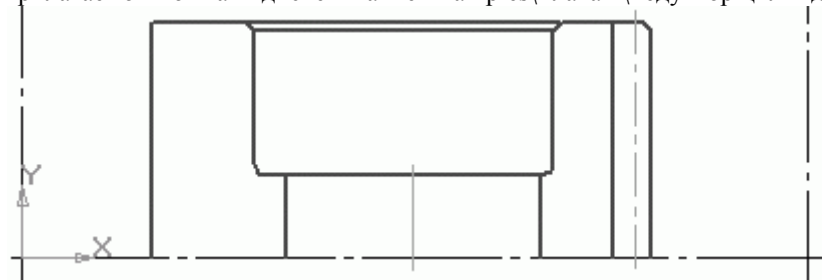

Рис. 2.84. Четверть изображения зубчатого колеса
8. Удалите все вспомогательные линии из вида (команда меню Редактор > Удалить > Вспомогательные кривые и точки > В текущем виде). При помощи команды Фаска панели инструментов Геометрия создайте три фаски (длиной 2,5 мм и углом 45°) на торцах колеса и, используя команду Скругление этой же панели, выполните два скругления (радиусом 4 мм) в местах пересечения диска с ободом и ступицей. Применив команду Отрезок, добавьте недостающие линии, исходящие из фасок. В результате получилась четверть изображения колеса (рис. 2.84). Этот этап построения содержится в файле Шаг 2.cdw, который находится на прилагаемом компакт-диске в папке Examples\Глава 2\Редуктор цилиндрический.